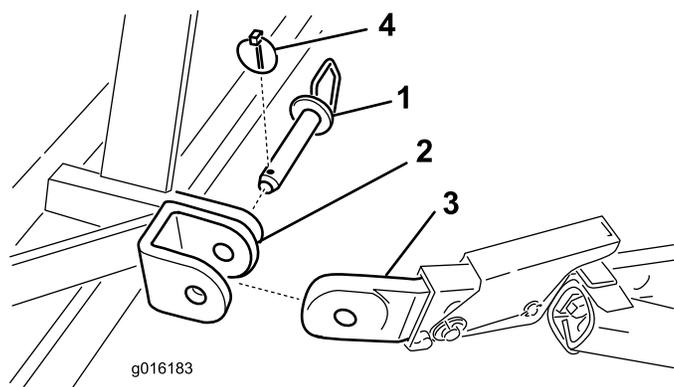

图4
- 使用挂钩销和保险销将下连杆臂固定到打孔机安装支架上（图4）。